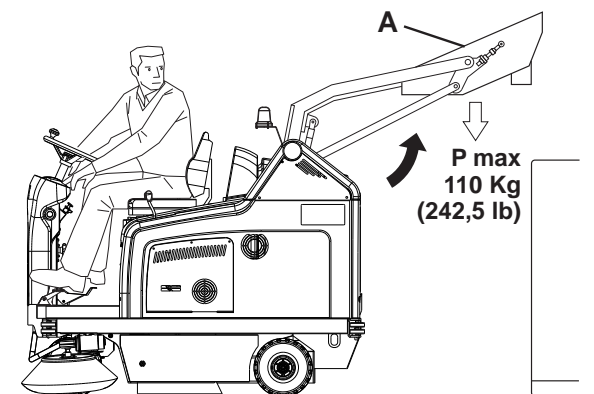

Figure 1
*Pendant le soulèvement et la vidange du conteneur déchets (4), maintenir le frein de stationnement activé au moyen de la pédale (75) et du levier (68).*
3. Tenir les personnes à distance de la machine, en particulier de l'endroit du conteneur déchets (4).
4. Appuyer en même temps sur l'interrupteur de confirmation (51) et sur l'interrupteur de soulèvement (57), en soulevant le conteneur déchets (A, Fig. 1) à la hauteur désirée.
*Le basculement du conteneur déchets (A, Fig. 1) n'est possible qu'après avoir soulevé le conteneur à une hauteur minimum de 270 mm.*
6. Appuyer en même temps sur l'interrupteur de confirmation (51) et sur l'interrupteur de basculement (58) du conteneur déchets pour qu'il revienne à la position horizontale.
7. Appuyer en même temps sur l'interrupteur de confirmation (51) et sur l'interrupteur d'abaissement (57) du conteneur déchets pour le baisser.